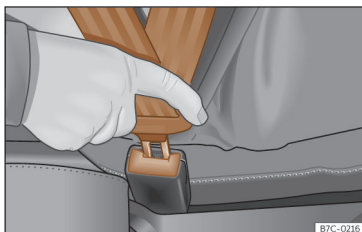

Fig. 22 Inserir a lingueta do cinto de segurança no fecho correspondente.
- Encaixe a lingueta no fecho do respetivo banco >>> Fig. 22.